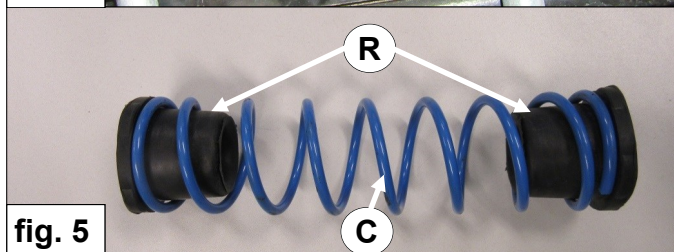

fig. 5
6. Assembleer de veer **C** en buffers **R** zoals aangegeven. Zie fig. 5.